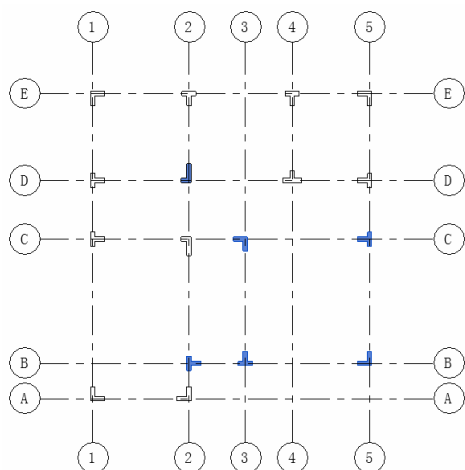
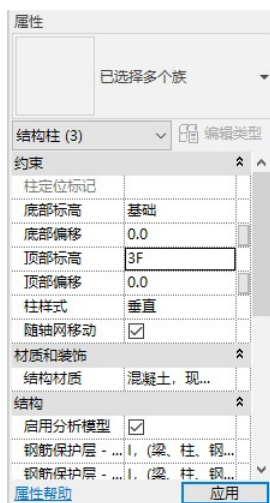

图 5-56 选择柱子
图 5-57 更改顶部标高
(14) 重复上述步骤，在 2F、3F 层上布置与 1F 层相同位置的柱子。也可以选择如图 5-56 所示的柱子，在“属性”选项板中更改“顶部标高”为“3F”，如图 5-57 所示。选择图 5-56 中剩下的柱子，将“顶部标高”更改为“4F”。
(15) 在“项目浏览器”中双击“结构平面”节点下的“3F”，将视图切换到 3F 结构平面视图。
(16) 单击“结构”选项卡“结构”面板中的“柱”按钮，打开“修改|放置柱”选项卡和选项栏，设置“高度：4F”。